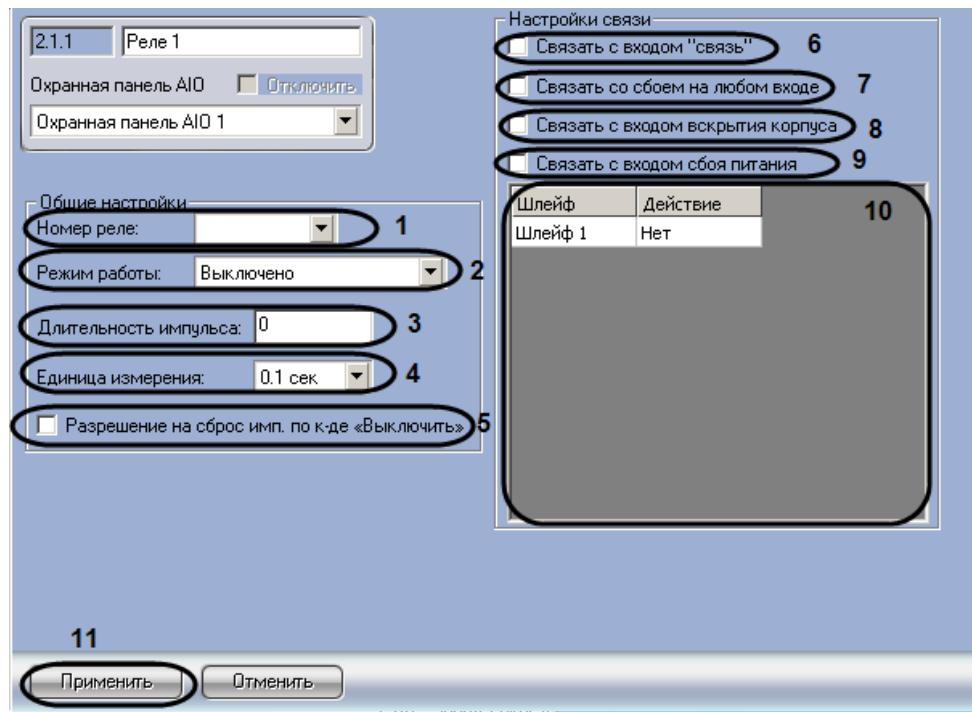

Рис. 3.6-6 Панель настроек объекта Реле
1. Перейти на панель настроек объекта **Реле** (Рис. 3.6-6).
2. Из раскрывающегося списка **Номер реле**: выбрать порядковый номер реле (см. Рис. 3.6-6, 1).
3. Из раскрывающегося списка **Режим работы**: выбрать режим работы реле (см. Рис. 3.6-6, 2, Таб. 3.6-2).
- 4.1 Из раскрывающегося списка **Единица измерения**: выбрать режим единицы измерения длительности импульса (см. Рис. 3.6-6, 4).
- 4.2 В поле **Длительности импульса** установить значение в выбранных единицах, определяющее длительность импульса (см. Рис. 3.6-6, 3).
5. Если необходимо включить возможность сброса импульса при смене режима работы на **Выключено**, установить флажок **Разрешение на сброс имп. по к-де «Выключить»** (см. Рис. 3.6-6, 5).
6. Установить флажок **Связать с входом “связь”**, если необходимо, чтобы реле реагировало на состояния входа **Связь** (см. Рис. 3.6-6, 6).
7. Установить флажок **Связать со сбоем на любом входе**, если необходимо, чтобы реле реагировало на сбой любого из входов (см. Рис. 3.6-6, 7).
8. Установить флажок **Связать с входом вскрытия корпуса**, если необходимо, чтобы реле реагировало на состояния корпуса охранной панели (см. Рис. 3.6-6, 8).
9. Установить флажок **Связать с входом сбоя питания**, если необходимо, чтобы реле реагировало на состояние питания охранной панели (см. Рис. 3.6-6, 9).
10. Настроить взаимодействие реле и шлейфов (см. Рис. 3.6-6, 10). В столбце **Действие** выбрать состояния шлейфов, при которых реле будет замыкаться (Таб. 3.6-3).
11. Для сохранения внесенных изменений необходимо нажать кнопку **Применить** (см. Рис. 3.6-6, **11**).
7. Для сохранения внесенных изменений необходимо нажать кнопку **Применить** (см. Рис. 3.6-6, 11).